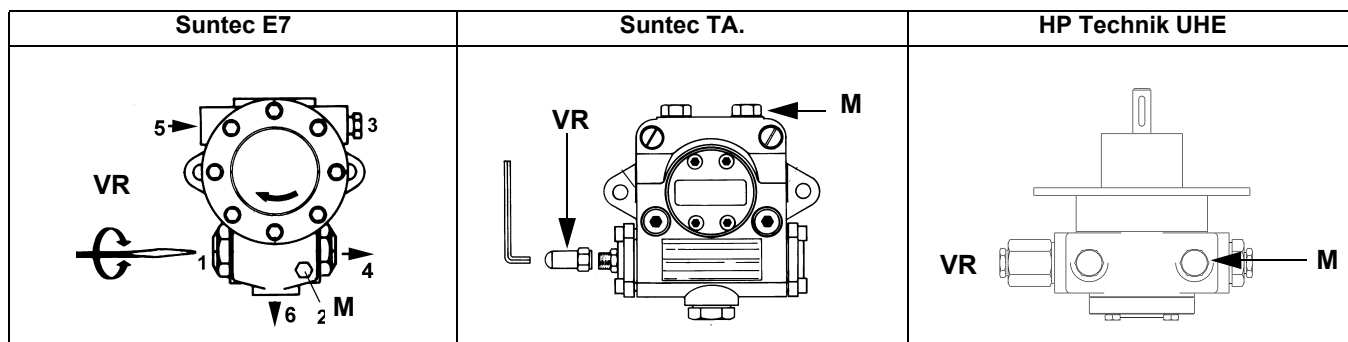
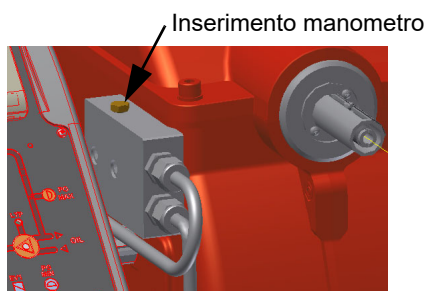

Fig. 7
Fig. 8
- 3 sfiatare l'aria dall'attacco (**M**) manometro della pompa (Fig. 7), allentando leggermente il tappo, senza toglierlo; quindi rilasciare il contattore.
- 5 Solo se necessario, regolare la pressione di alimentazione (vedi relativo paragrafo) nel modo seguente: inserire un manometro nella posizione indicata in Fig. 8 agire sulla vite di regolazione **VR** della pompa (vedi Fig. 7) fino ad ottenere una pressione all'ugello pari a 20 bar (ugelli Monarch o ugelli Bergonzo - vedere grafici a pag. 40);
4. VD può essere montato ruotato di 180°, fig. 7.